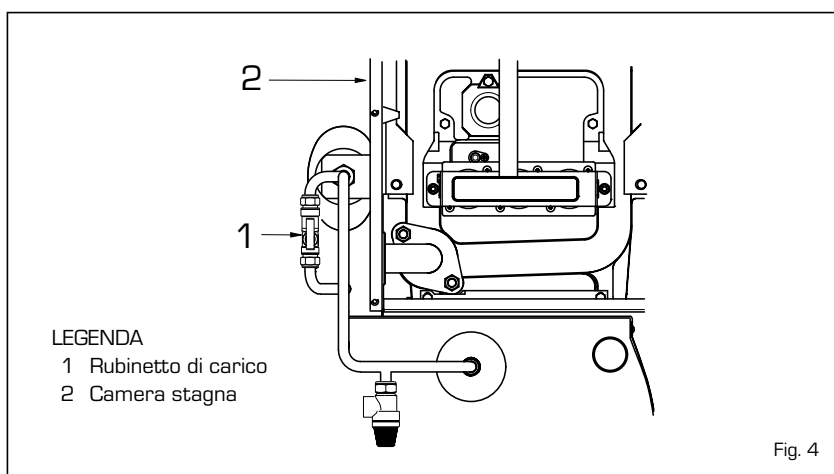

Fig. 4
2.5 RIEMPIIMENTO IMPIANTO (fig. 4)